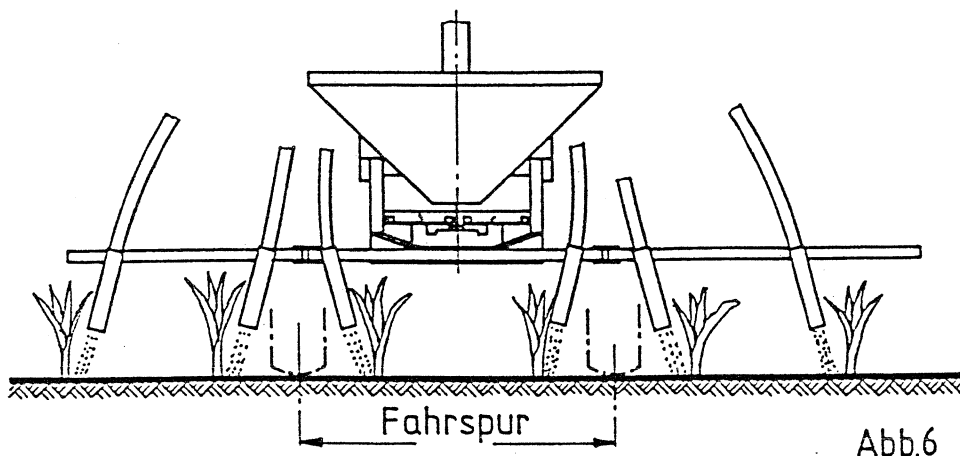

Abb.6
8. Die Ablaufrohre können in zwei Stellungen (hoch und tief) montiert werden (Abb. 4). Die Schraube des Befestigungsbügels befindet sich hierbei einmal über (hoch) dem Tragrahmen oder unter (tief) dem Tragrahmen. Die Abstände zwischen den Ablaufrohren richten sich nach der gewählten Streuweise - siehe Abb. 6 + 7.
Streuen an die Pflanzenreihen ohne Verteilerschaufeln (Abb. 6).